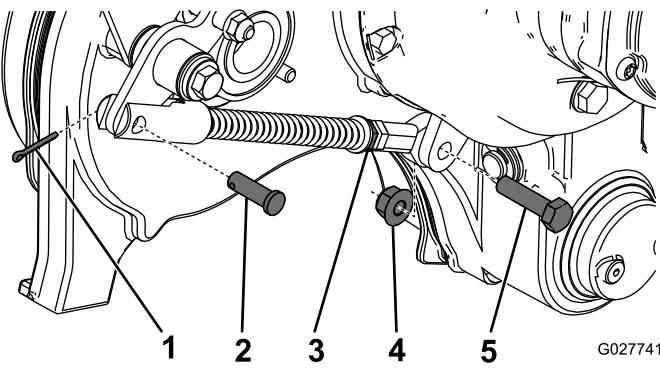

Figura 47
3. Rimovete coppia, perno con testa, dado e bullone che fissano il gruppo attacco della leva a squadra alla macchina (Figura 47).
5. Serrate il controdado e montate il gruppo attacco della leva a squadra con la bulloneria rimossa in precedenza (Figura 47).